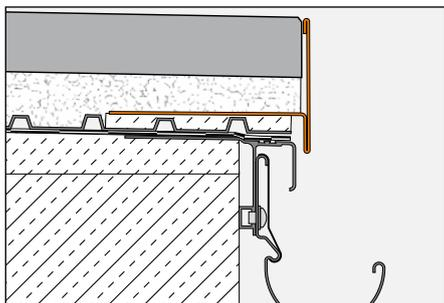

Fig. 1
Mise en œuvre de dalles autoporteuses sur plots de mortier ou sur lit de gravier ou de concassé (Fig. 1 à 3)
3.1 Lors de l'utilisation de Schlüter®-BARA-RT comme retenue de gravier (fig. 1), la couche de gravier sera tirée en fonction de l'épaisseur du revêtement sous l'arête supérieure de l'aile verticale du profilé. Les dalles de béton seront ensuite simplement posées sur la couche de gravier égalisée.